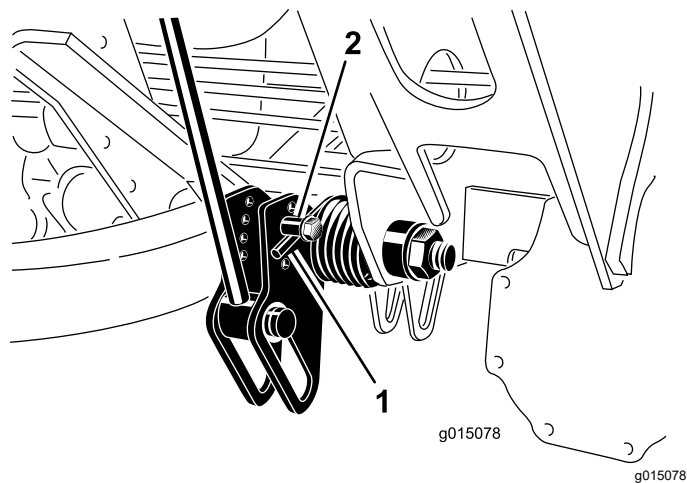

图 40
2. 将一个管子或类似物体插入长弹簧一端并在调节过程中降低弹簧张力 (图 40)。
3. 在降低弹簧张力时拆下将弹簧传动器固定到支架上的螺栓和锁紧螺母 (图 40)。